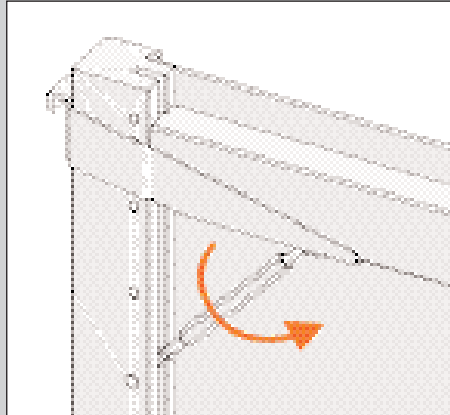

Abb. 8
4. Ziehen Sie die Stange mit der Hand an. Benutzen Sie dann den Gabelschlüssel, um die Stange noch weiter zu spannen. Drehrichtung gemäß Zeichnung (siehe Abb. 8).